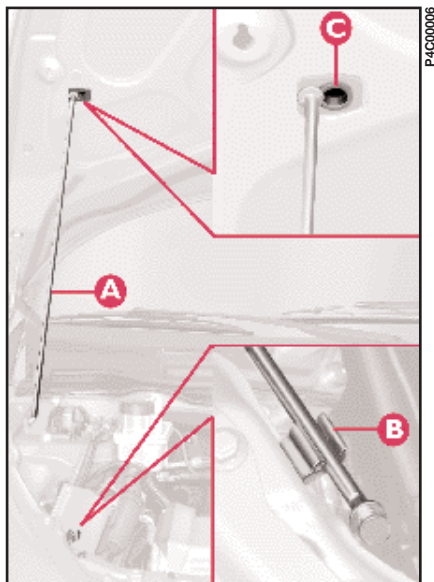

fig. 82
- 3) Sollevare il cofano e contemporaneamente liberare l'asta di sostegno **A** (fig. 82) dal proprio dispositivo di bloccaggio **B**.
- 1) Tenere sollevato il cofano con una mano e con l'altra togliere l'asta **A** (fig. 82) dalla sede **C** e rimetterla nel proprio dispositivo di bloccaggio **B**.